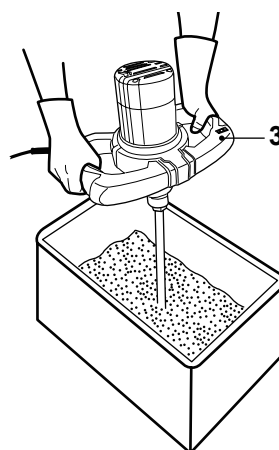

Fig. 13
>Segure o produto com 2 mãos em ambas as pegas (3) e inserir a pá misturadora (6) no material (Fig. 13).